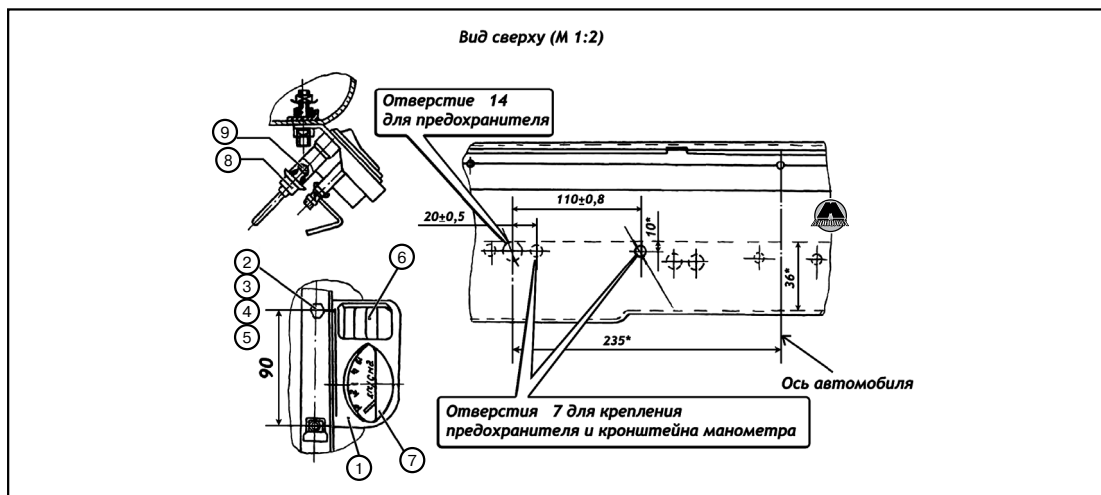

Рис. 7. Установка манометра (приёмник указателя давления газа и переключателя «Газ - Бензин»).
- доработать снизу панель приборов, как показано на рис. 7, для установки переключателя «Бензин-Газ» и переключателя «Пусковой клапан»;